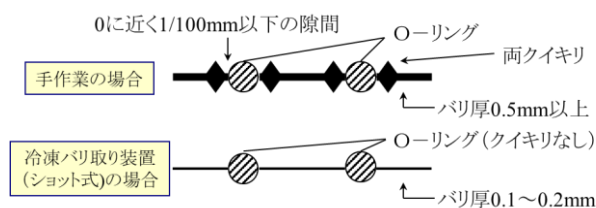

図3 各種バリ取り方法におけるバリの成型方法
- ・製品のクイキリ(図3のように製品とシートの境をはっきりさせ、手で簡単にむしり取れるよう工夫した部分)を必要とせず、金型構造をシンプルにすることができる。